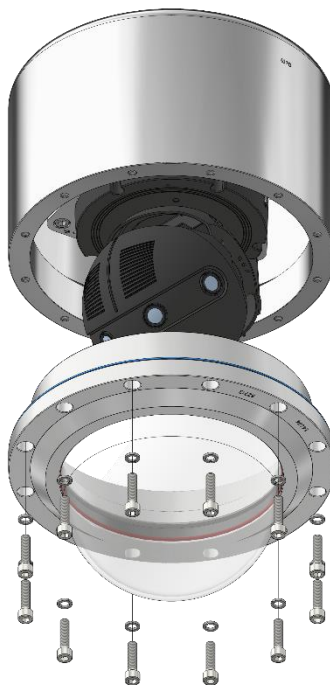

Рис. 6-4: Исклучение ExCam T08-VA4.1K.PS1
- Фланец кабеля и соединительного провода вытаскивать назад осторожно и строго перпендикулярно (ср. рис. 6-4). Опасность перекоса! Из-за создавшегося пониженного давления удаление фланца может быть затруднено.